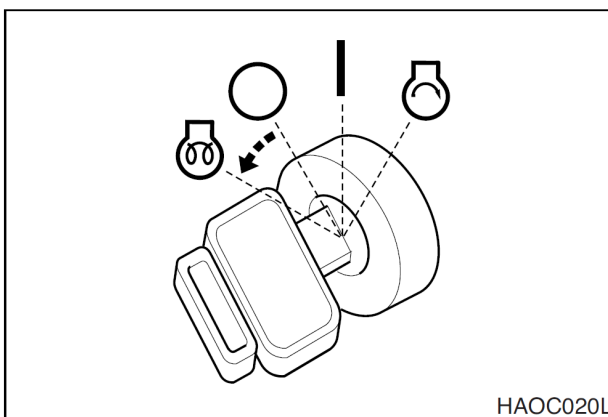
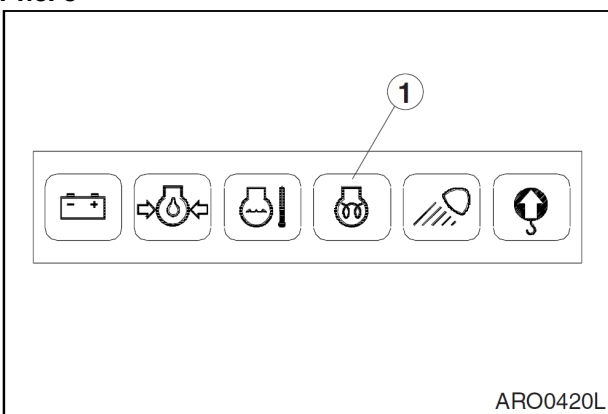

Рис. 8
Рис. 9
4. Повернуть стартер в положение запуска "PREHEAT", рис. 8. Держать его в этом положении 19 секунд. Когда цикл подогрева завершится, загорится индикатор завершения подогрева (1, рис. 9).